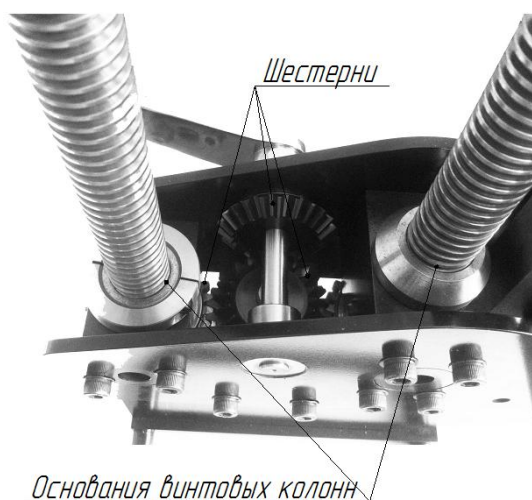

Рисунок 10.1 – Основные смазываемые узлы
г) смазка отдельных узлов маслом И-40А или ИГП-72 при видимом недостатке масла по окончании работ (Рисунок 10.1).
- г) удаление пыли и загрязнений с поверхностей ветошью, смоченной уайт-спиритом или другим органическим растворителем, после чего протирание насухо и смазка маслом И-40А или ИГП-72 трущихся элементов: зубчатых шестерен, основания винтовых колонн рамы (Рисунок 10.1);